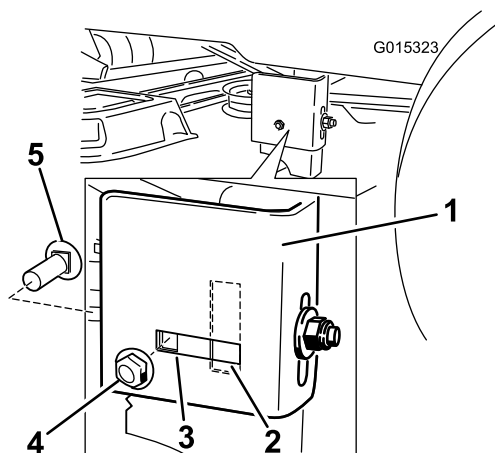

Figure 61
7. Passez au côté gauche de la machine. Vérifiez si le boulon de carrosserie latéral est dans la position fixe ou dans l'ouverture allongée (Figure 61).
position fixe et installez-les dans l'ouverture allongée (Figure 61).